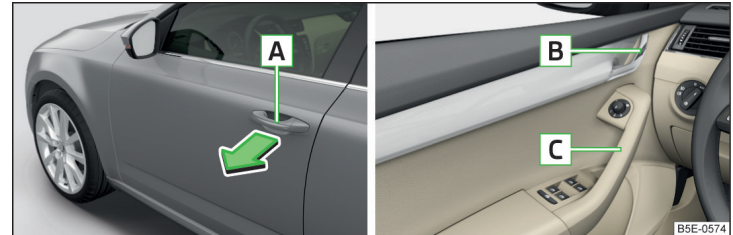

Abb. 53 Türgriff/Türöffnungshebel
- Zum **Öffnen von außen** das Fahrzeug entriegeln und am Türgriff **A** in Pfeilrichtung ziehen » Abb. 53.